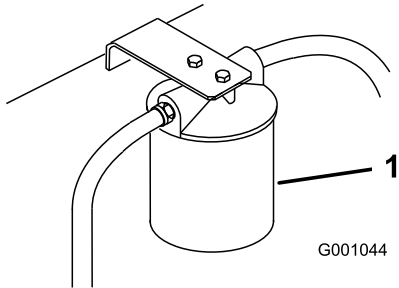

Bild 70
3. Stellen Sie eine Auffangwanne unter den Filter, bauen Sie den alten Filter aus und wischen Sie die Dichtungsfläche des Filterstutzens sauber (Bild 70).